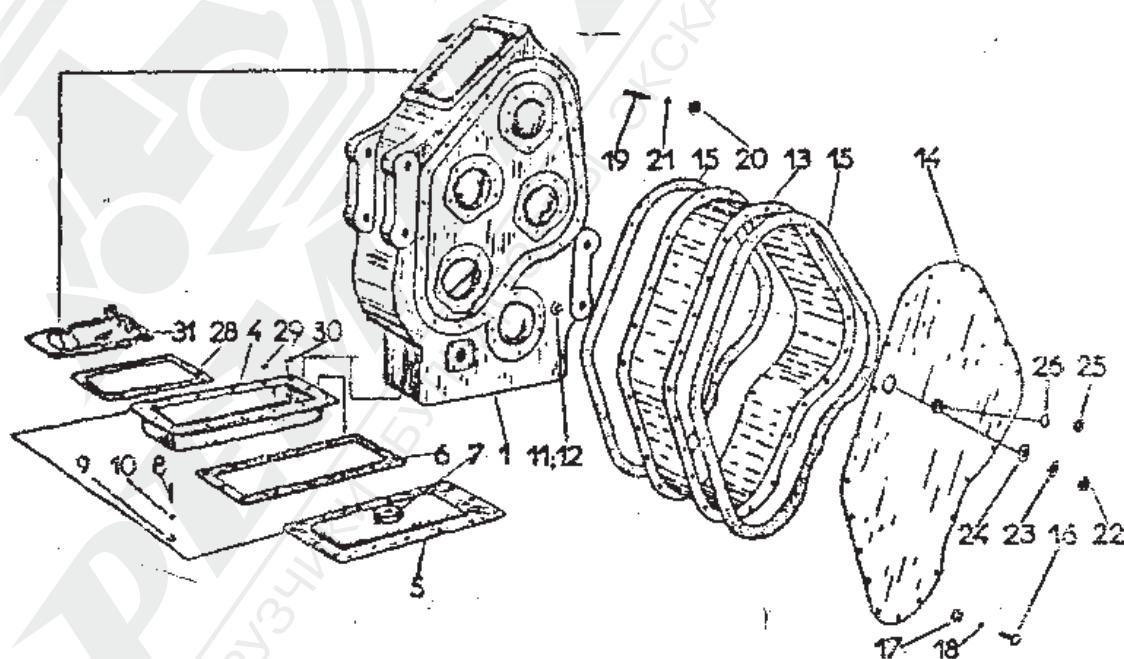

Рис. 2-10. Корпус коробки скоростей SB-165
2.3.3.3. Демонтаж кожуха /рис. 2-10/
Описание рис. 2-10